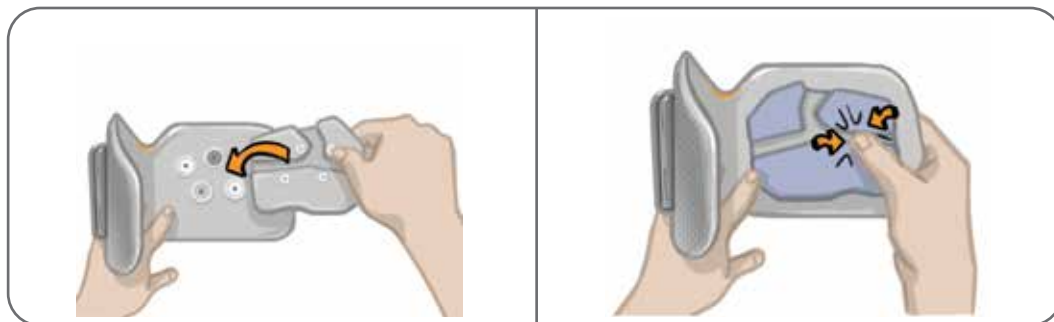

Figura 6-8: Allineamento e fissaggio dell'elettrodo Steering
5. Allineare gli agganci dell'elettrodo Steering con i fori di connessione sul gambale per la parte inferiore della gamba (Figura 6-8).
6. Premere con decisione per agganciare l'elettrodo Steering al gambale per la parte inferiore della gamba. Premere con cura le aree sopra tutti e quattro gli agganci (Figura 6-8).